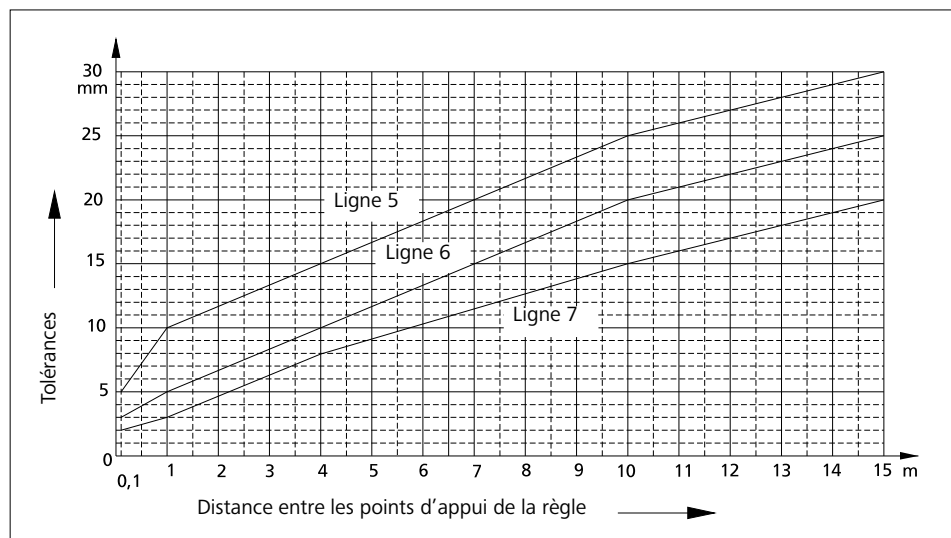

Fig. 25.2
* Voir valeurs intermédiaires de la Fig. 25.2 et les arrondir au mm entier.